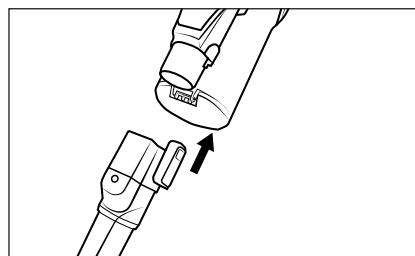

Fig. 14
- Utilisez l'embout meubles ⑬ pour aspirer des surfaces textiles, p. ex. des canapés, matelas ou sièges de voiture. Montez l'embout meubles ⑬ avant la première utilisation.
- ◆ Faites glisser l'accessoire sur le tube d'aspiration ③ ou sur l'orifice d'aspiration de l'appareil jusqu'à ce qu'il s'enclenche de manière audible avec un bruit de clic (voir fig. 14). Veillez ce faisant à respecter la bonne position du verrouillage.